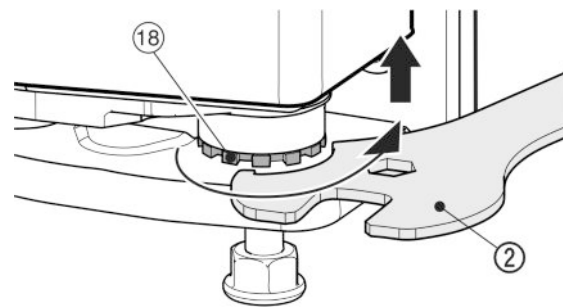

Fig. 18
- ▶ Voor het omhoog tillen van de deur de lagerbout Fig. 18 (18) met de desbetreffende steeksleutel Fig. 18 (2) rechtersom eruit draaien. Bij de levering is de lagerbout er volledig ingedraaid.